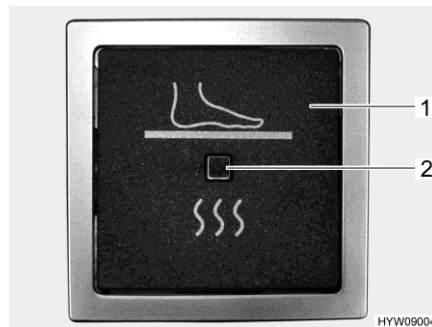

Bild 112 Brytare (elektrisk golvvärme)
- Tryck på vipkontakten (Bild 112,1). Kontrollampan på brytaren (Bild 112,2) lyser.
- Tryck på vipkontakten (Bild 112,1). Kontrollampan på brytaren (Bild 112,2) slocknar.